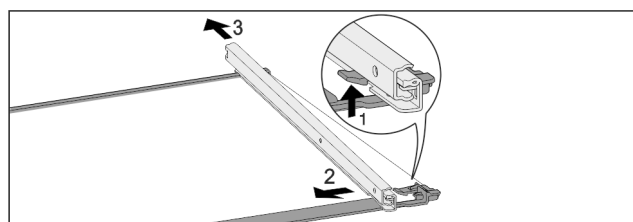

Fig. 84 Ripiano in vetro con guide
- Premere il gancio di fermo anteriore verso l'alto. Fig. 84 (1)
- Far scorrere la guida estraibile di lato Fig. 84 (2) e verso il lato posteriore Fig. 84 (3).